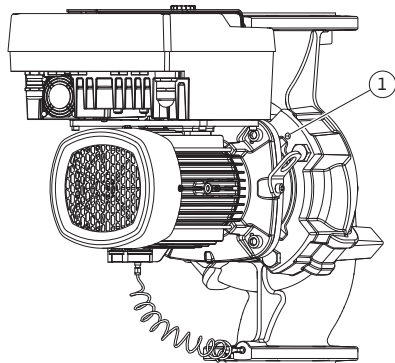

Fig. 10: Odtis vtičnega kompleta prek navojnih izvrtin
5. Vtični komplet (glejte Fig. 4) odmaknite od ohišja črpalke. Glede na tip črpalke (glejte Fig. I...Fig. IV) obstajata dva različna pristopa. Pri tipu črpalke (Fig. III in Fig. IV) popustite vijake (poz. 29). Uporabite dve sosednji navojni izvrtini (Fig. 10, poz. 1) in ustrezne vijake (npr. M10 x 25 mm), ki so na voljo na mestu vgradnje. Za tip črpalke (Fig. I in Fig. II) uporabite dve navojni izvrtini M10 (Fig. 104). Uporabite za to primerne vijake, ki so na voljo na mestu vgradnje (npr. M10 x 20 mm). Za odmik lahko uporabite tudi reže (Fig. 104, poz. 2).